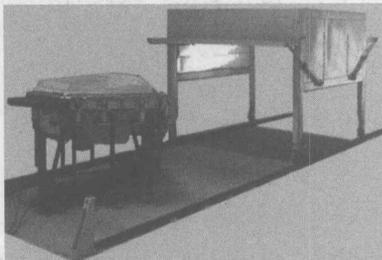

图 1-16 加热成型
- 加热成型：加热成型是将塑料薄板或薄膜先加热使之软化，再施以加压或抽真空的方式，使软化的塑料薄板或薄膜紧贴在模具或成型表面上，如图 1-16 所示。